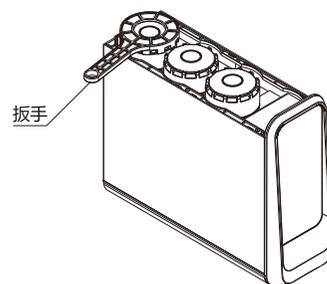
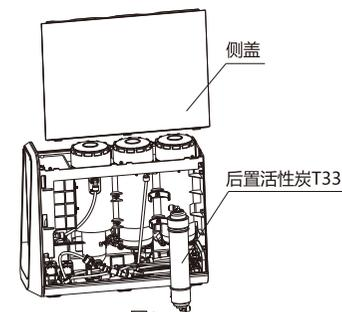

图1
图2
- ①. 关闭进水三通球阀和压力桶球阀，打开龙头，让机器运行一段时间排空机器内部的残留水，关闭电源。
- ②. 用配套的滤芯扳手将需要更换的滤芯瓶盖打开，如图1。取出滤芯，更换后拧紧滤芯盖。后置活性炭出厂已经装配，更换时需要拆除侧盖更换，如图2。